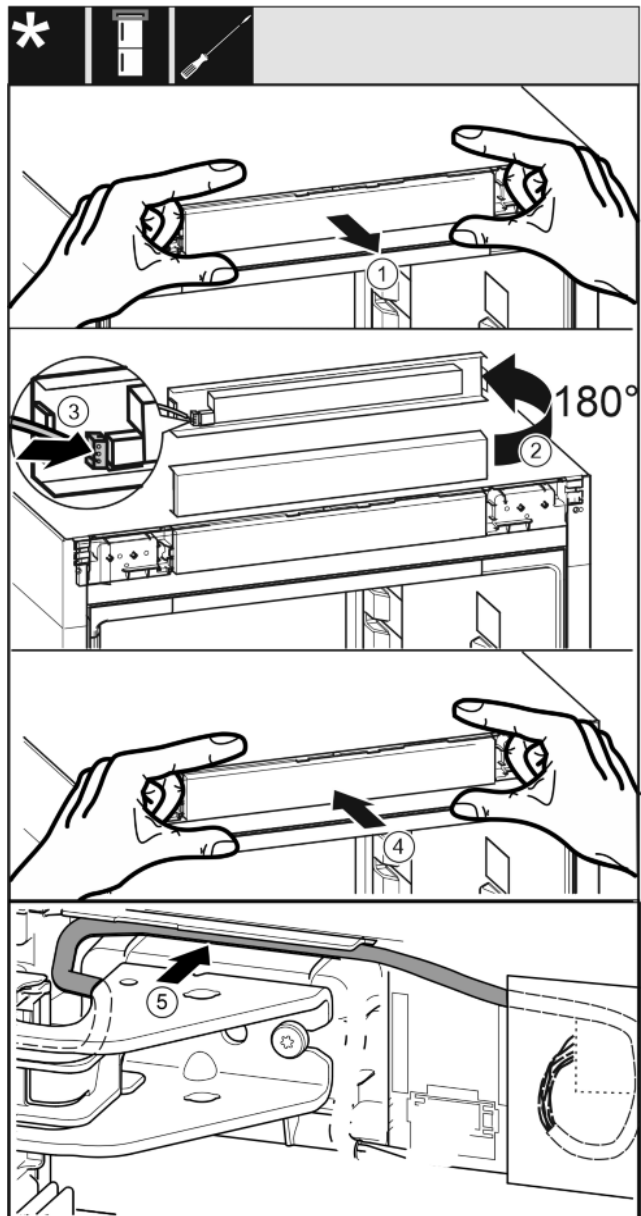

Fig. 26
- ▶ Bedienblende vorsichtig herausnehmen. Fig. 26 (1)
- ▶ Blende um 180° nach oben drehen. Fig. 26 (2)
- ▶ Stecker an der Bedienteilblende einrasten. Fig. 26 (3)
- ▶ Bedienblende wieder am Gerät einrasten. Fig. 26 (4)
- ▶ Graues Kabel vorsichtig in der Führung über dem oberen Lagerbock verlegen. Fig. 26 (5)